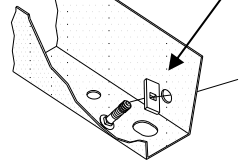

Figure 2
- À l'aide d'un fil de tirage, acheminer le(s) boulon(s) 1/4 x 1 x 2 et le(s) bloc(s) dans le(s) trou(s) d'acc ès à l'extr émit é du cadre. Garder le(s) boulon(s) et le(s) bloc(s) à l'int érieur du cadre jusqu' à ce que l'attelage soit en position. Laisser le(s) fil(s) de tirage sur le(s) boulon(s) de carrosserie temporairement, voir Figure 2.
- Sur tous les mod ès sauf les 2009 ult érieurs, poser trois (3) boulons M12 à formage de filet et leurs rondelles coniques dent ées dans les écrous à souder existants sans filetage du côté passager, comme illustr é. Les boulons vont former le filetage.